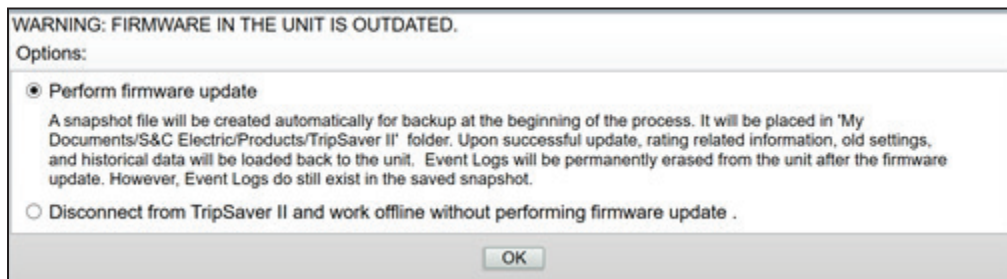

Figura 2. Caixa de diálogo com a Advertência sobre atualização de firmware.
PASSO 5. Selecione **Tools>Firmware Update** (Ferramentas > Atualização de Firmware) do menu **Principal**, ou clique no ícone Firmware Update na barra de ferramentas de acesso rápido. Se o firmware estiver desatualizado, essa condição é informada em letras maiúsculas na parte superior da caixa de diálogo. Essa caixa de diálogo apresenta a seguir duas opções. A primeira opção conduz a uma atualização de firmware, informando que um arquivo snapshot será criado automaticamente para backup no início do processo. Esse arquivo fica colocado na pasta “Meus Documentos/S&C Electric Products/TripSaver II”. Com a atualização feita com sucesso, informações relacionadas a regimes, ajustes antigos e dados históricos serão carregados novamente na unidade. Os Registros de Eventos são apagados de forma permanente da unidade após a atualização de firmware. No entanto, esses Registros de Eventos ainda permanecem gravados no snapshot salvo. Na segunda opção, o usuário pode desconectar o TripSaver II e trabalhar offline sem realizar a atualização de firmware. Ver Figura 2.